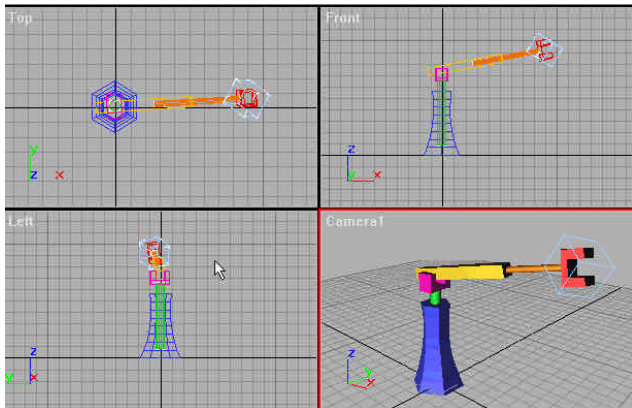

图11-33 100帧时视图中虚拟体的位置
5) 拨动时间滑块到100帧, 通过“选择并移动”工具在视图中再次改变虚拟物体的位置。如图11-33所示。